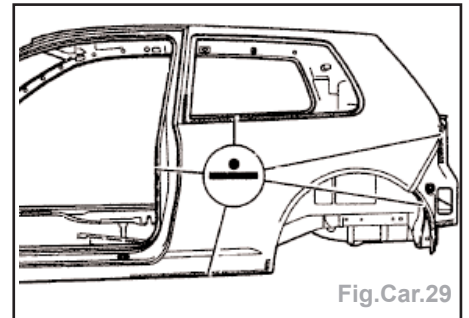

Fig.Car.29
- souder le panneau latéral à la pointeuse électrique (Fig.Car.29),